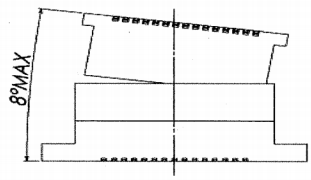
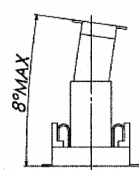
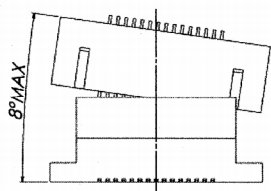
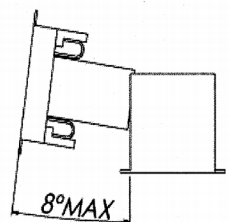

図 3/Fig3
図 4/Fig4
図 5/Fig5
図 6/Fig6
- ・誘い込み時の角度は図3~図4、図5~図6になりますので、記載角度以下で位置決めをして下さい。
- ・ Figure 3 ~ 4 or 5~6 show guiding angle. Please locate it below the described angle.